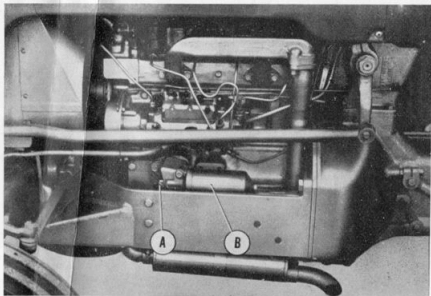

Fig. 20
- Byt motorns oljerensarinsats. Lossa hållarskruven A (fig. 20). Om behållaren B vrides kan tätningstytorna lätt skadas. Sedan behållaren med den nya insatsen monterats, körs motorn några minuter varvid kontrolleras att läckage ej förekommer. Fyll därefter olja till rätt nivå.